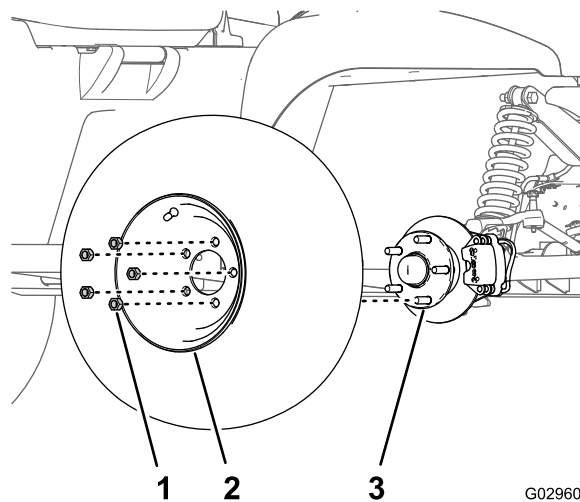

Рисунок 30
2. Отверните 5 зажимных гаек, которые крепят каждое колесо к ступице (Рисунок 30).
4. Совместите отверстия в колесе со шпильками в ступице и установите колесо на ступицу так, чтобы вентиль шины был направлен наружу (Рисунок 30).
5. Закрепите колесо на ступице гайками колеса (Рисунок 30), затяните гайки с моментом 108-122 Н·м.